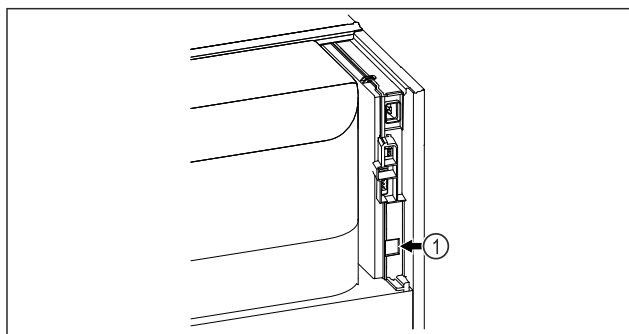

Fig. 97
- ❑ Το SmartModule Fig. 97 (1) είναι τοποθετημένο.